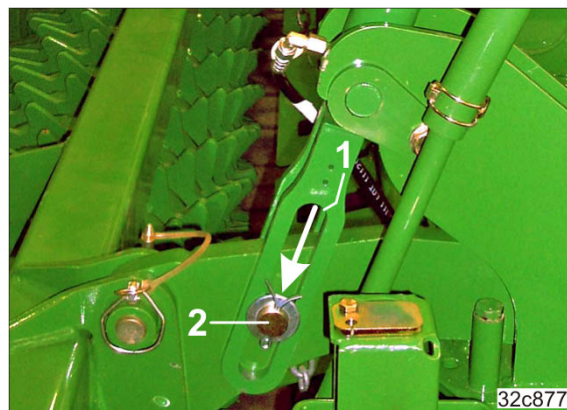

Fig. 111
- Gaflen (Fig. 111/1) trykker mod bolten (Fig. 111/2) og fikserer bæreamen.